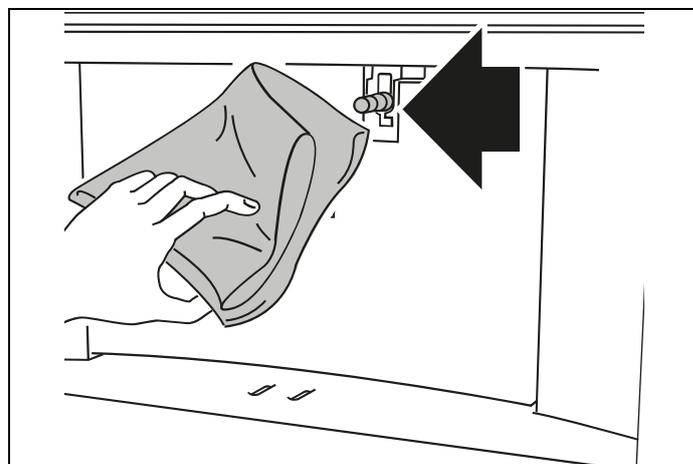

Fig. 39
5) Retirez le réservoir de lait et nettoyez toujours la buse de raccordement vapeur (A10) avec un chiffon propre (Fig. 39).